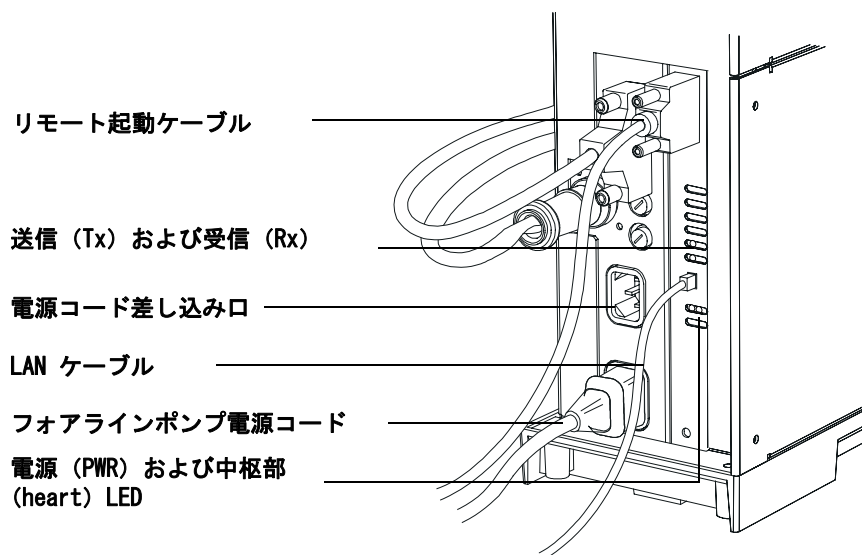

図 6 フォアラインポンプ電源プラグ
- 8 フォアラインポンプの電源コードを、MSD の背面にある差し込み口に接続します。図 6 を参照してください。